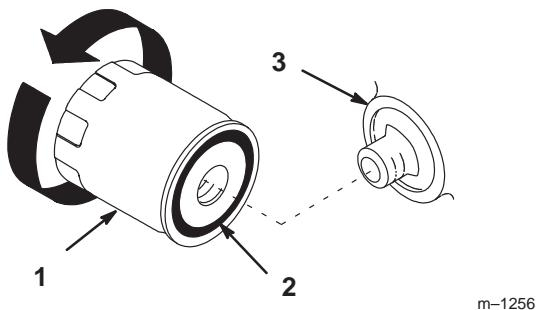

Figure 39
2. Déposez le filtre à huile usagé et essuyez la surface du joint de l'adaptateur (Fig. 39).
4. Appliquez une fine couche d'huile neuve sur le joint en caoutchouc du filtre de rechange (Fig. 39).
5. Posez le filtre à huile de recharge sur l'adaptateur. Tournez le filtre dans le sens horaire jusqu'à ce que le joint rejoigne l'adaptateur, puis donnez 1/2 tour supplémentaire (Fig. 39).